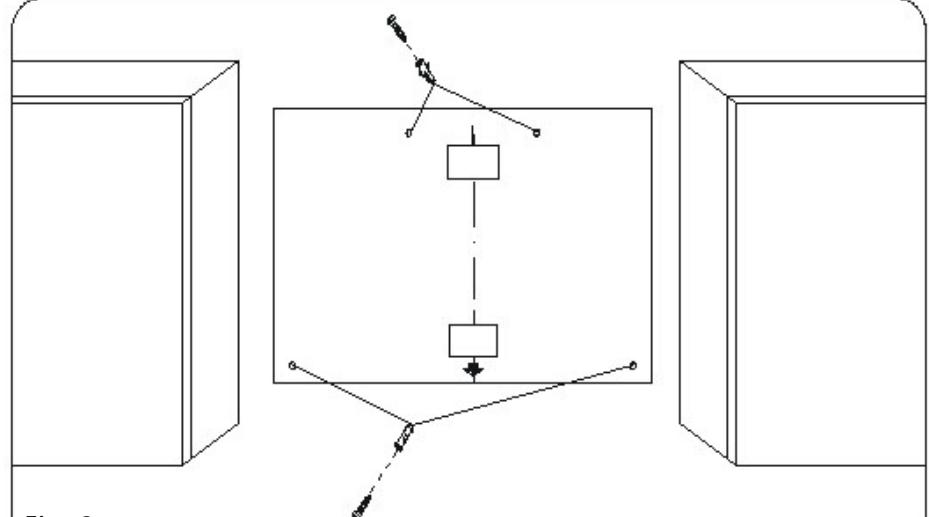

Fig. 2
- 1) Posizionare la dima fig.2 ed eseguire 2 fori ø 8mm. superiori e 2 fori ø 8mm. inferiori.
- 1) Legen Sie die Bohrschablone Abb. 2 an und bohren Sie sowohl oben als auch unten je zwei Löcher (ø 8mm).
- 1) Position the template (fig. 2) and drill the two ø 8mm upper and two ø 8mm lower holes in the wall.